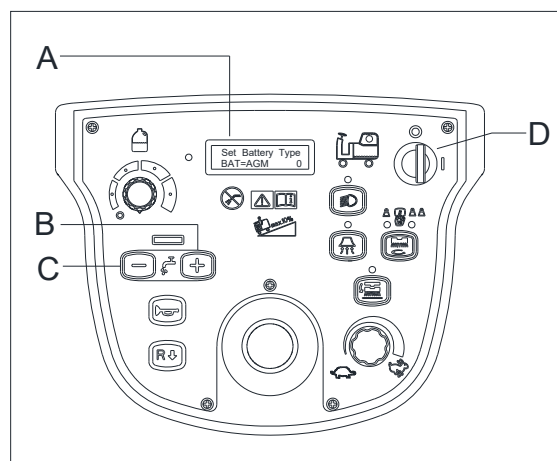

Figura 4
2. Apăsați butoanele de ajustare a fluxului “+” și “-” (B, C, Figura 4). Întoarceți cheia de contact (D, Figura 4) în poziția “I”.
3. Eliberați butoanele de ajustarea a fluxului. “Set Battery Type BAT=AGM 0” va fi arătat pe ecranul LCD (per Figura 4, A).
4. Atunci, puteți seta tipul de baterie prin apăsarea butoanelor “+” și “-” (B, C, Figura 4).